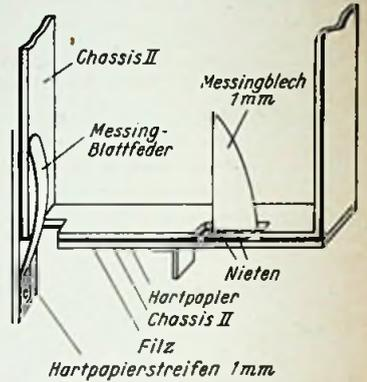

Bild 4. Kontaktstücke zum Durchschalten der Heizbatterie
7. Die Bedienung wird weiter vereinfacht, wenn die Heizbatterie-Attrappe vermieden wird. Stattdessen wird eine Kontaktnase isoliert auf Chassis II angebracht und zwar so, daß sich beim Einschleiben des Taschenegeräts die Heizbatterie-Klemmfeder auf diese Nase aufschleibt. Dies ist der positive Heizkreisanschluß. Der negative Anschluß wird durch eine einfache Messingblattfeder hergestellt, die auf der dem Nf-Übertrager zugewandten Seite des Chassis II isoliert befestigt wird, damit der „positive“ Anodenanschlußstecker nicht über die Befestigungsschrauben auf der Frontplatte mit dem negativen Chassis in Verbindung kommen kann. Bild 4 veranschaulicht den Einbau dieser Teile. Im Chassis nach Bild 4 (Heft 1/1953) ist allerdings noch ein Ausschnitt vorzusehen, damit die Nase in das Chassis des Taschenegeräts greifen kann und mit der Heizbatteriefeder Kontakt bekommt. Konrad Sauerbeck